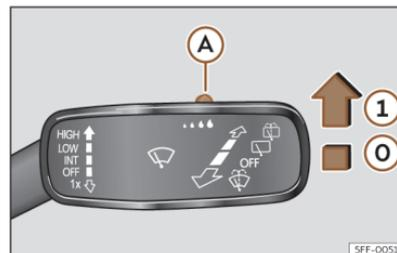

Fig. 82 Palanca del limpiaparabrisas: ajustar el sensor de lluvia (A).
Presione la palanca a la posición deseada >>> **fig. 82**.
- ① Sensor de lluvia activo; barrido automático si es necesario.
Tras desconectar el encendido y volver a conectarlo, el sensor de lluvia permanece activado y funciona de nuevo cuando el limpiaparabrisas está en la posición >>> **fig. 82** ① y se circula a más de 16 km/h (10 mph).